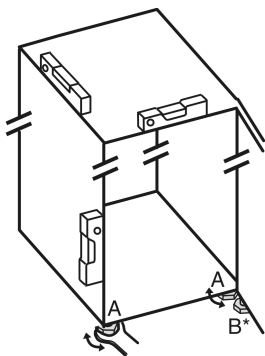

Fig. 8
- ▶ Развийте регулируемите крачета Fig. 8 (A) с приложението гаечен ключ и с помощта на нивелир, докато уредът се изравни стабилно и хоризонтално.
- ▶ Развийте регулируемото краче Fig. 8 (B) на лагерната стойка с приложението гаечен ключ, докато то опре върху пода.
- ▶ Завъртете регулируемото краче Fig. 8 (B) с още 90°.